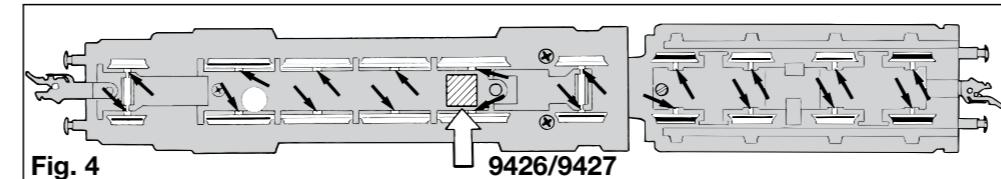
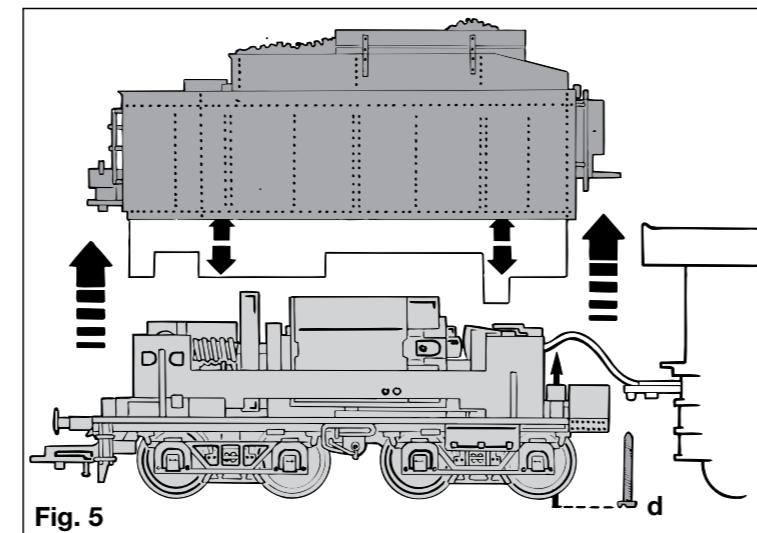

Fig. 4
Fig. 5
Op de gemerkte plaats kan de **schakelmagneet 9426**, nieuw: 942601/9427, nieuw: 942701 gemonteerd worden (fig. 4).
**Oliën** De aandrijving hoeveel alleen op de aangegeven plaatsen geolied te worden (fig. 4, 6). Alleen FLEISCHMANN-olie 6599 gebruiken. Een klein druppeltje per smerpunt (→) is heel voldoende, anders wordt de zaak te vet. Voor een juiste dosering het spuitje gebruiken dat wordt bijgeleverd in het oliesleutels. **De motor mag absoluut niet worden gesmeerd!** Als de lampjes moeten worden verwisseld en als loc moet worden geolied moet de tenderkap worden verwijderd. **Lampjes verwisselen in de tender:** Het schroefje d losdraaien. Tenderkast naar buiten iets spreiden en dan naar boven wegtrekken. Loodblokje verwijderen (fig. 5). Het contactplaatje P2 uit de houder nemen. Lampje uit zijn bevestiging halen. Nieuwe lampje plaatsen. Contactplaatje P2 weer plaatsen en letten op een goed contact (fig. 6).
Estrarre la spina a ponticello e inserire la spina a 6 poli del DECODER nel connettore in modo tale che le tacche »1« si trovano sullo stesso lato. Entrambi i cavi del decoder e del connettore formeranno quindi un collegamento continuo. Sul posto segnato può essere installato il dispositivo di comando 9426, nuovo: 942601/9427, nuovo: 942701 (fig. 4). **Lubrificazione:** L'ingranaggio vengono lubrificati solo nei punti contrassegnati dei supporti (fig. 4, 6). Utilizzare solo olio FLEISCHMANN 6599. Lubrificare le assi e tiranti solo nei punti contrassegnati (fig. 4, 5). Usare soltanto una piccola goccia per ogni punto di oliatura (→), altrimenti si rischia di ollare troppo. Per il dosaggio utilizzare l'ago di cui è provvisto il tappo di chiusura del flacone dell'olio. **Il motore non va mai oillato!** L'apertura del tender va effettuata solo per la sostituzione delle campadina, per lubrificare gli ingranaggi o per la sostituzione del motore. **Sostituzione del lampadina del tender:** Svitare la vite d. Allargare sui lati la carcassa e sfilarla verso l'alto. Togliere la zavorra di piombo (fig. 5). Estrarre la piastra di contatto P2 dal supporto. Estrarre la lampadina dal portalampana. Inserire la lampadina nuova. Inserire nuovamente la piastra di contatto P2 avendo cura di ottenere un buon contatto (fig. 6).
An der markierten Stelle kann der Schaltmagnet 9426, neu: 942601/9427, neu: 942701 eingebaut werden (Fig. 4).
Ölen: Geölt wird das Getriebe nur an den gekennzeichneten Schmierstellen (Fig. 4, 6).
**Lampenwechsel im Tender:** Schraube **d** lösen. Gehäuse seitlich aufspreizen und nach oben abziehen. Beschwerung entfernen (Fig. 5). Kontaktplatine **P2** aus Halterung nehmen. Glühlampe aus der Aufnahme im Fahrgestell nehmen. Ersatzlampe einsetzen. Kontaktplatine **P2** wieder einsetzen und auf sichere Kontaktgabe achten (Fig. 6).
**Lubrication:** The gear box needs only be lightly oiled at the bearing points marked (fig. 4, 6). Only use **FLEISCHMANN oil 6599**. Only put a tiny drop in each place (→), otherwise it will be overoled. An applicator needle is located in the cap of the oil bottle for your use. **Under no circumstances should the motor be oiled!** Motor is maintenance-free !
**To change the motor, bulb and to oil gears the tender body unclips.** **Changing the bulb in the tender:** Undo screw **d**. Prise open the sides of the body and lift off upwards. Remove the lead weight (fig. 5). Remove the contact plate **P2** from its holder. Take the bulb out of its socket. Insert the spare bulb. Replace contact plate **P2**, and make sure that it makes contact correctly (fig. 6).
**L'aimant permanent 9426, nouveau : 942601/9427, nouveau : 942701 peut être monté à l'endroit indiqué (fig. 4).**
**Graissage:** Les engrenages doivent être huilés uniquement aux endroits indiqués (fig. 4, 6). N'utilisez que l'huile recommandée **FLEISCHMANN 6599**. Une seule goutte par point à lubrifier (→) afin d'éviter tout excès. L'aiguille montée dans le bouchon du petit flacon convient parfaitement à cet usage. **Ne jamais lubrifier le moteur ! Moteur sans entretien !**
**Pour remplacer les ampoules ou pour effectuer la graissage du mécanisme,** il faut enlever la carrosserie du tender. **REMPLACEMENT DE LA LAMPE AU TENDER :** Retirer la vis **d**. Ecartez latéralement la carrosserie et retirez vers le haut. Enlever le lest (fig. 5).